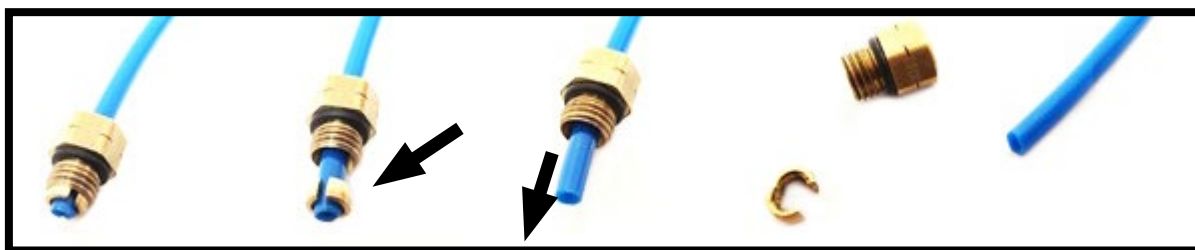

图12
6. 拆卸空气管路接头。拆卸时，拆开卡扣，从空气软管上拆下接头。(图12)